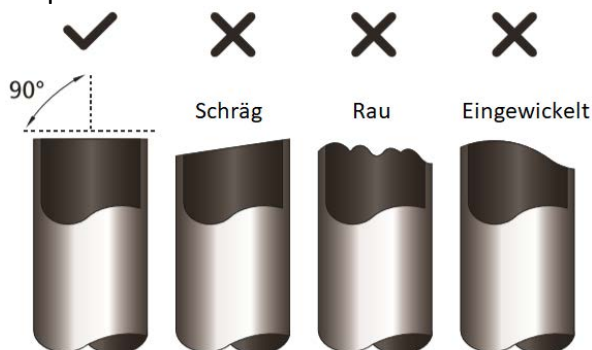

Fig. 5.1
3. Stellen Sie sicher, dass das Rohr in einem perfekten Winkel von 90° geschnitten ist. Siehe Abbildung 5.1 für Beispiele für fehlerhafte Schnitte.